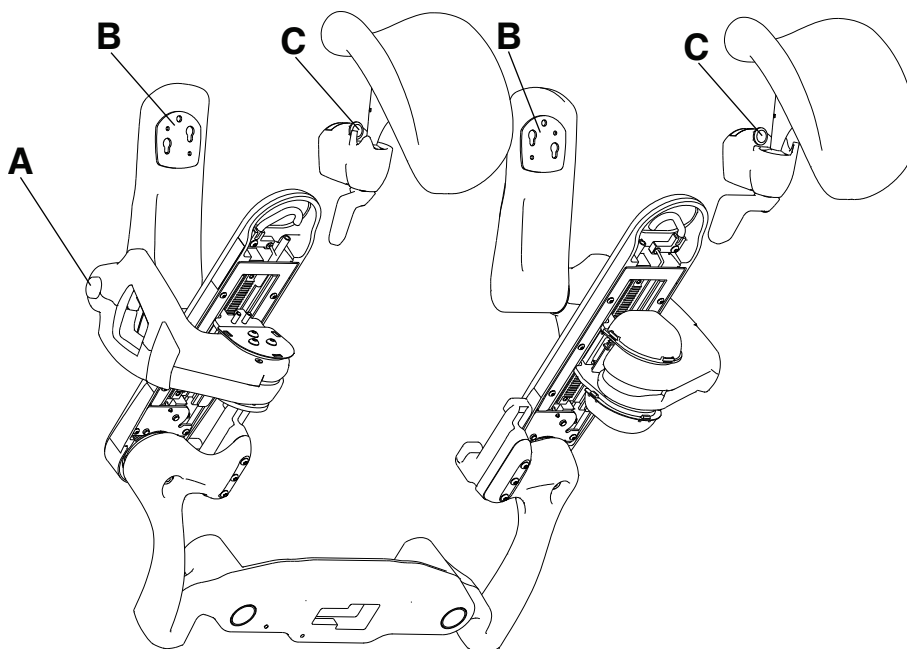

Figura 3-25: Acoplamiento de los soportes para los gemelos
3. Pulse el botón púrpura y gire el reposapiés hacia la posición completamente levantada (A) (Figura 3-25 de la página 3-29).
1. Tire del botón extraíble (C) (Figura 3-25 de la página 3-29).
3. Baje el soporte para el gemelo hacia el interior de la placa del reposapiés (B) (Figura 3-25 de la página 3-29).
3. Levante el soporte para el gemelo y sáquelo de la placa del reposapiés (B) (Figura 3-25 de la página 3-29).